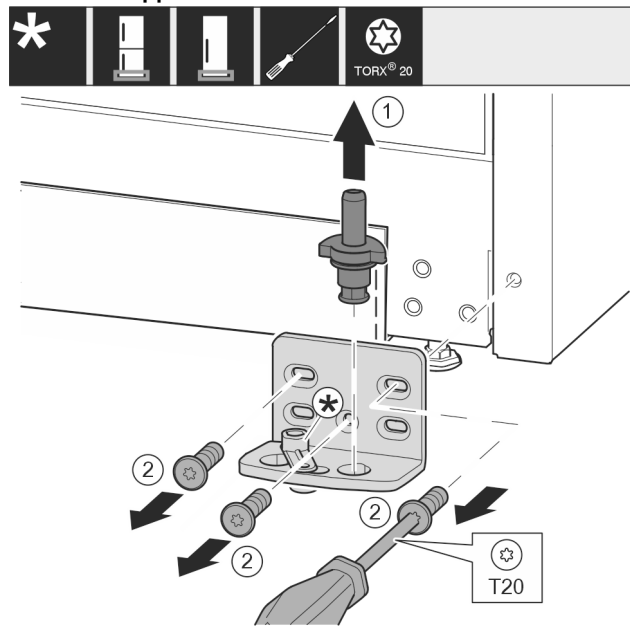

Fig. 12
- ▶ Sortir complètement l'axe de palier par le haut. Fig. 12 (1)
- ▶ Desserrer les vis avec le tournevis T20 et enlever le support de palier. Fig. 12 (2)